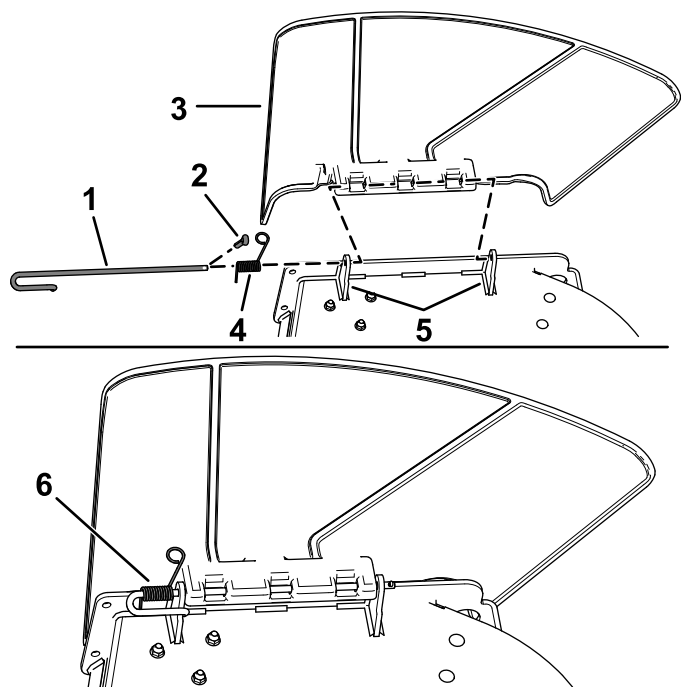

Figura 6
1. Otkočite oprugu iz ureza na nosaču usmerivača, skinite osigurač (samo za modele koji podležu CE označavanju) i izvucite šipku iz zavarenih nosača kućišta, opruge i usmerivača za pražnjenje (**Figura 6**).
2. Skinite usmerivač (**Figura 6**).